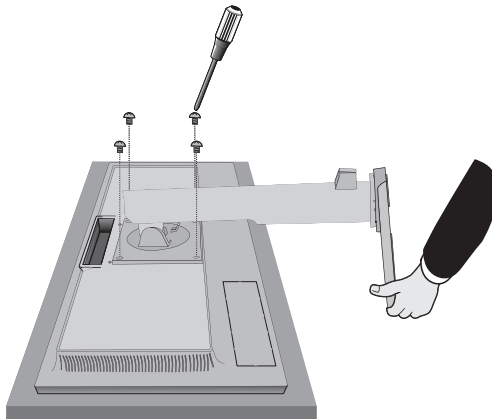

Abbildung S.1
3. Legen Sie den Monitor mit der Vorderseite nach unten auf eine glatte Oberfläche (**Abbildung S.1**).
4. Entfernen Sie die vier Schrauben, mit denen der Fuß am Monitor befestigt ist (**Abbildung S.1**).